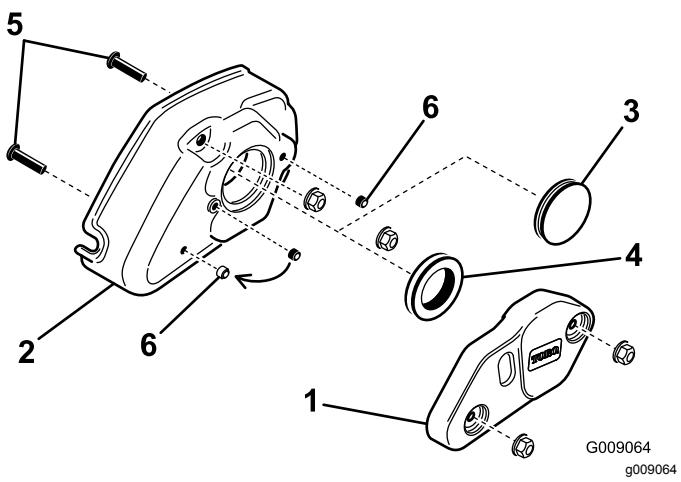

図 21
2. グルーマのウェイトをグルーマカバーに固定している 5/16 in フランジナット2個を外してウェイトを取り外す図21。
3. カバーについているむくのハトメグルーマの付属品を取り外してゴム製のグロメットリングに交換する図 21。
4. カバーにねじ込んである $5/16 \times 1\text{-}1/4$ ねじ2本を取り外す図 21。
5. グルーマカバーの中央の穴から固定ねじを外す図 21。